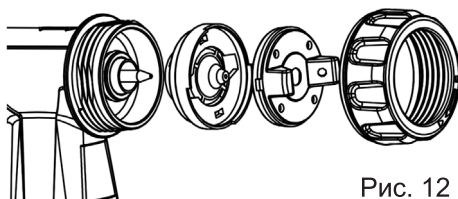

Рис. 12
4. Открутите гайку-фиксатор сопла и снимите распыляющую головку и сопло (Рис. 12). Тщательно очистите все детали от остатков ЛКМ растворителем. Протрите все детали насухо и соберите в обратной последовательности.